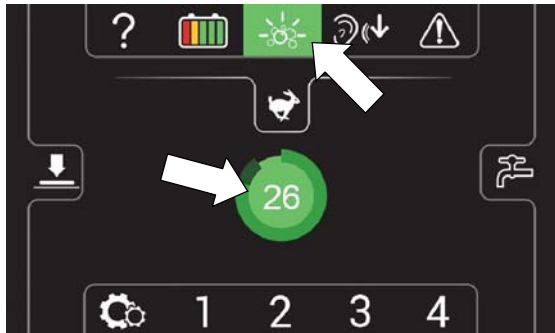

РИС. 52
6.  Модели, оснащенные опцией работы в тяжелых условиях: одно нажатие на значок Жесткие условия эксплуатации включает выпуск моющего средства на 30 секунд. Значок окрасится в зеленый и будет запущен обратный отсчет 30 секунд. Для непрерывного выпуска моющего средства нажмите и удерживайте значок в течение 2 секунд, пока не будет отображен таймер. Для отключения в любой момент нажмите на тот же значок. (Рисунок 52). Когда потребуется заправка бака для тяжелых условий эксплуатации, значок начнет мигать желтым.